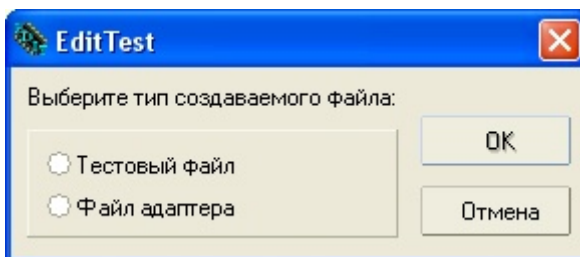

Рис. 22
Для создания нового тестового файла необходимо выбрать пункт меню **Файл** → **Создать** или выбрать на панели инструментов иконку «Создание нового файла». После этого программа предложит пользователю возможность создать файл адаптера или тестовый файл (рис.22).
Для создания нового файла адаптера выполните команду: **Файл** → **Создать** и в появившемся окне (см. рис. 22) выбрать **Файл адаптера**.
1. Выполните команду: **Файл** → **Создать** и в появившемся окне (см. рис. 22) выбрать **Тестовый файл**. На дисплее появится форма (рис. 24), которую требуется заполнить.